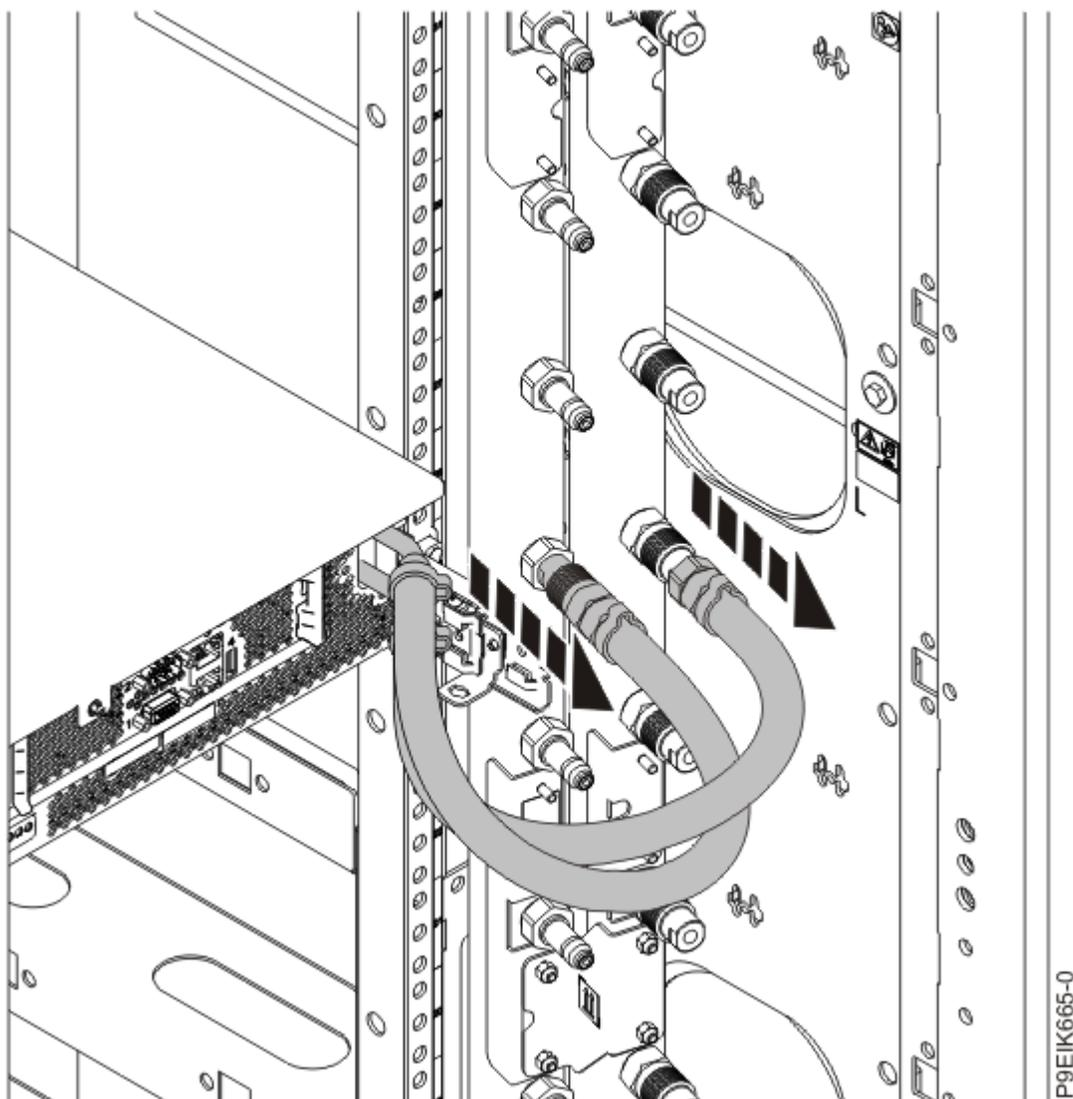

Figure 120. Débranchement des conduites d'eau
2. Dans le cas d'un système à refroidissement par eau, étiquetez et débranchez les conduites d'eau du collecteur. Tirez le raccord vers vous pour débrancher chaque conduite d'eau (voir Figure 120, à la page 155).